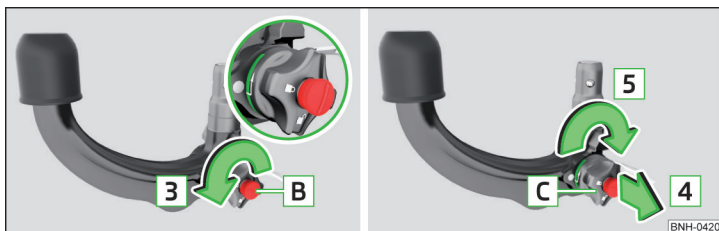

Fig. 113 Reglarea poziției de disponibilitate
- » Rotiți cheia **B** până la capăt în sensul săgeții **3**, astfel încât săgeata de pe cheie să fie orientată spre simbolul » fig. 113.